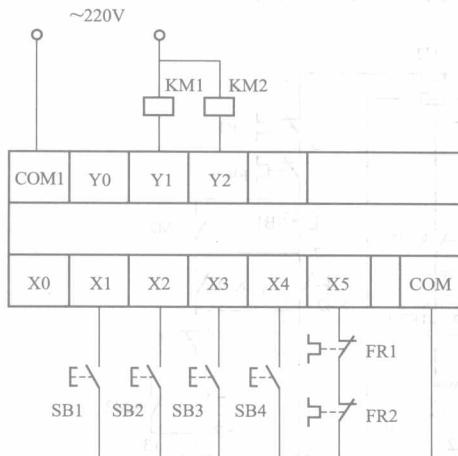

图 6 三相异步电动机顺序电路三菱 FX_{2N}系列 PLC 接线图
(2) 三相异步电动机顺序电路三菱 FX_{2N}系列 PLC 接线图如图 6 所示。